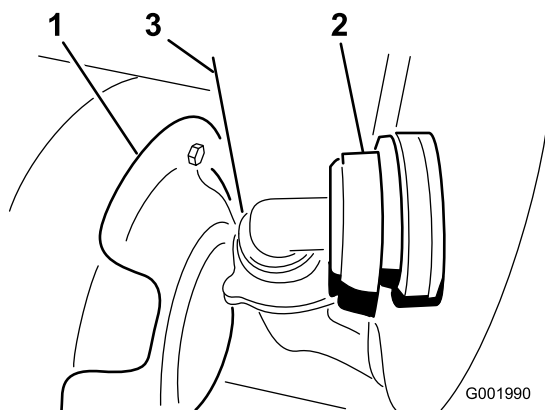

Figure 54
3. Débranchez le flexible situé sur la face avant inférieure de la cuve (Figure 54).
Remarque: Il faudra éventuellement pousser le déflecteur de chaleur (Figure 54) en arrière pour déposer le couvercle.
7. Branchez le flexible à l'avant de la cuve (Figure 54).